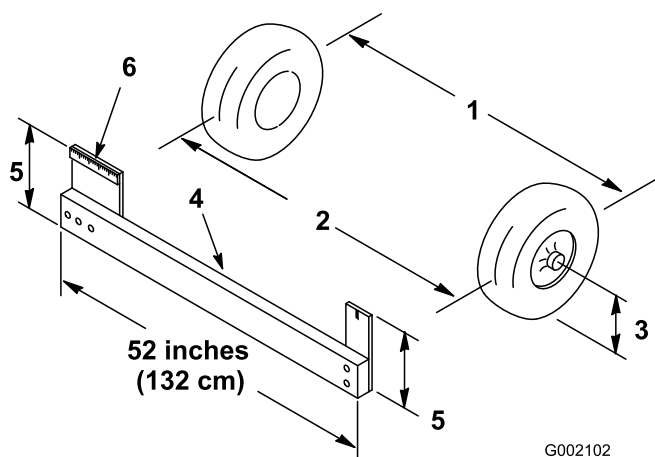

Figura 44
2. Misurate la distanza tra i pneumatici anteriori all'altezza dell'assale, davanti e dietro le ruote anteriori (Figura 44). Per rilevare la misura posteriore dei pneumatici anteriori all'altezza dell'assale occorre un attrezzo o un calibro di allineamento. Usate lo stesso attrezzo, o calibro di allineamento, per rilevare con precisione la misura anteriore dei pneumatici anteriori all'altezza dell'assale usate lo stesso attrezzo, o calibro di allineamento, per rilevare con precisione la misura anteriore dei pneumatici anteriori all'altezza dell'assale (Figura 44).